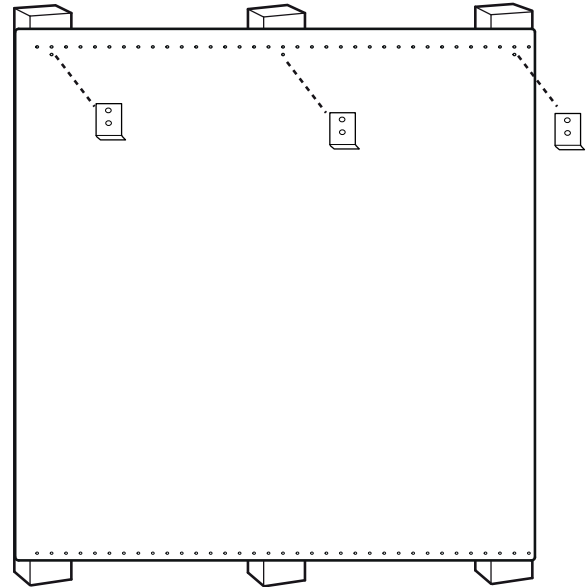

Figure 15 : Dossieret de protection avec étagère garde-chaud
3. À l'endroit indiqué sur la *Figure 15* fixez les supports inférieurs fournis avec l'étagère garde-chaud à travers le dossieret de protection, dans les montants de cloison.